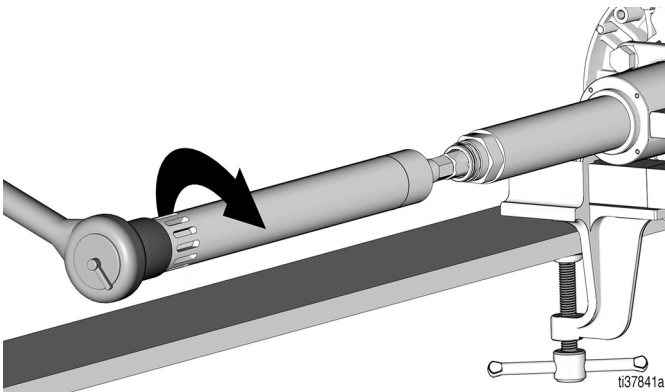

Рис. 33
18. Установите впускной цилиндр (8) и затяните соединение, используя торцевой ключ на 1-15/16 дюйм. (момент затяжки 101,7–115,2 Н•м / 75–85 фут.-фунт.) (Рис. 33).